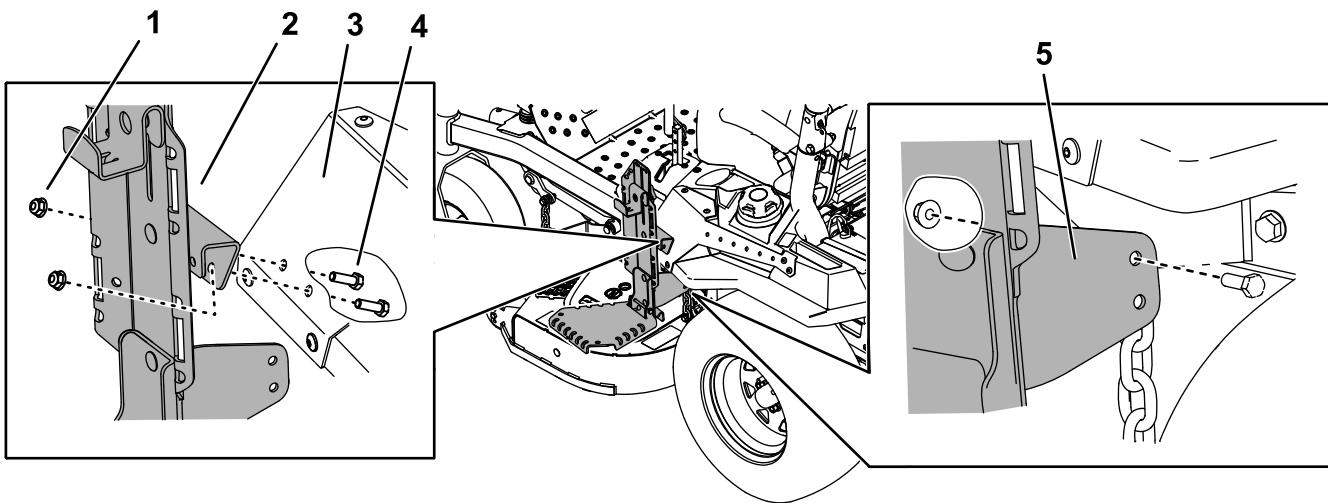
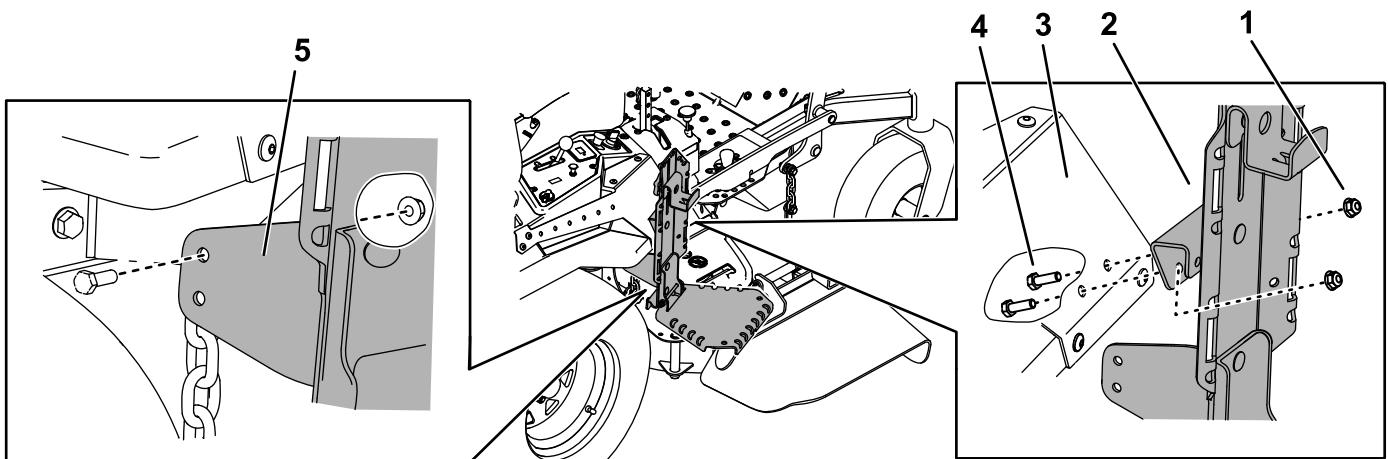

Figure 5
Figure 6
- Fixez l'ensemble support au capot de la console à l'aide de 2 boulons (5/16" x 1") et 2 écrous (5/16"), comme montré à la Figure 5 ou la Figure 6.
- Fixez le support inférieur sur le côté arrière du support sous le capot de la console à l'aide de 1 boulon (5/16" x 1") et 1 écrou (5/16"), comme montré à la Figure 5 ou la Figure 6.
1. Fixez l'ensemble support au capot de la console à l'aide de 2 boulons (5/16" x 1") et 2 écrous (5/16"), comme montré à la Figure 5 ou la Figure 6.